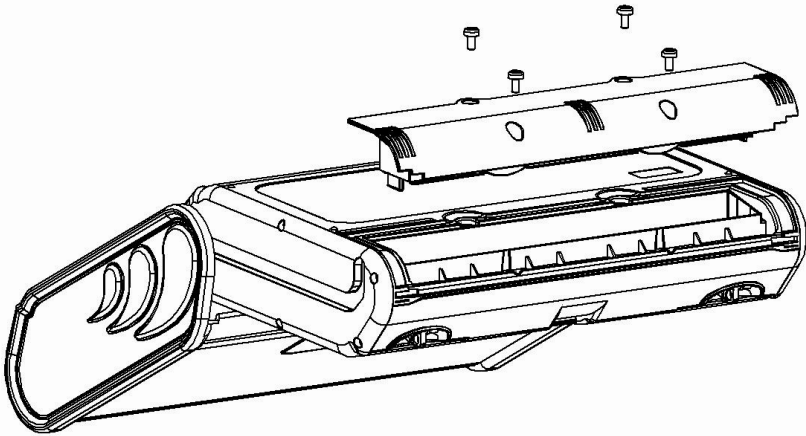

Fig. 6.1. Tauschen des Akkupacks
- Entfernen Sie die 4 Schrauben der Batteriefachabdeckung **Fig. 6.1**)